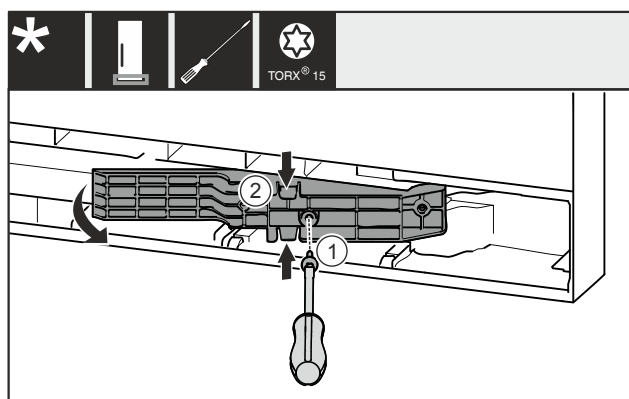

Fig. 13 *
- Îndepărtați șurubul Fig. 13 (1).*
- Comprimați ușor partea de sus și de jos și extrageți adaptorul Fig. 13 (2).*